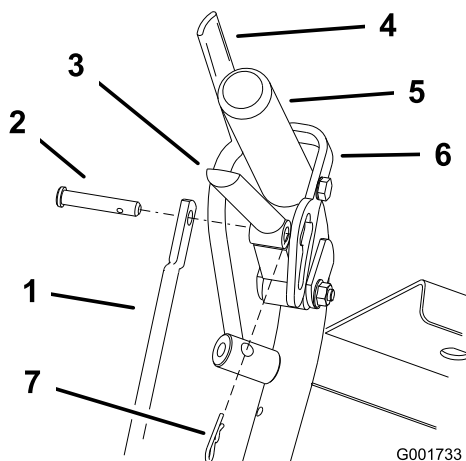

Figura 39
1. Ajuste o comprimento da barra soltando a alavanca da transmissão e retirando o perno de gancho e o passador de forquilha. Rode a barra na união da barra (Figura 39).
4. Coloque o passador de forquilha na alavanca da transmissão (Figura 39).
6. Instale o perno de gancho entre as alavancas da transmissão e os bloqueios em ponto morto e nos passadores de forquilha (Figura 39).